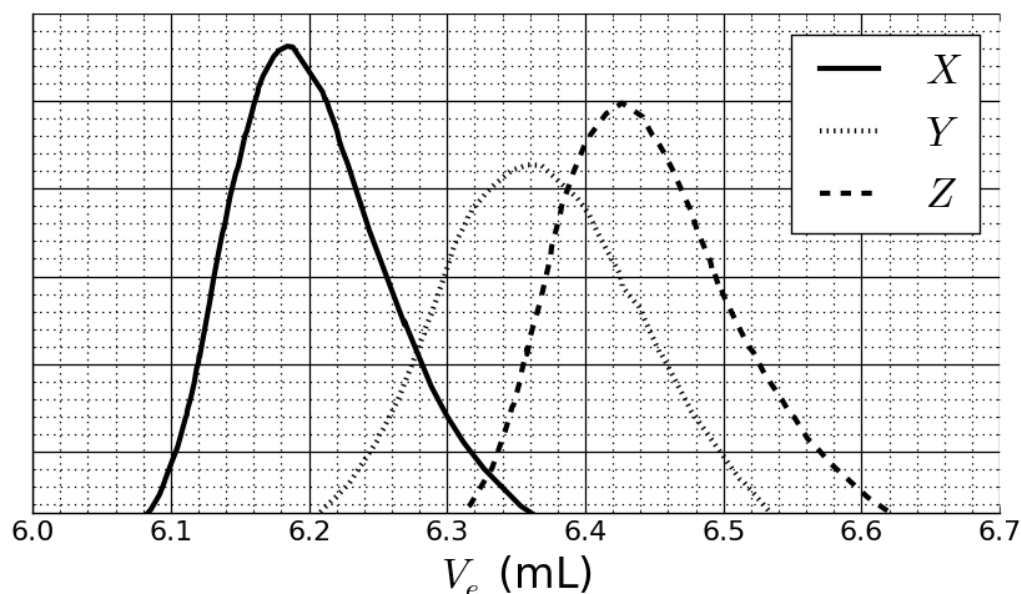

Fig. 2 – Cromatogramas de SEC de **3a**, **3b** y **3c** en función del volumen de elución, V_e .
La reacción de **1** con **2** resulta en los copolímeros **3a** después de 20 h, **3b** después de 25 h, y **3c** después de 30 h de reacción a 40 °C. Los resultados de la cromatografía de exclusión por tamaño (SEC por sus siglas en inglés) se presentan en la Fig.2.
6. **Asigne** las señales en la Fig. 2 a los copolímeros **3a**, **3b** y **3c**.
7. Basado en las curvas de SEC en las Fig. 2 y 3, **determine** el volumen de elución V_e del polímero que corresponde a la curva X y úselo para **estimar** el grado de polimerización m del segundo bloque. **Detalle** sus cálculos. Puede usar una calculadora o método gráfico.